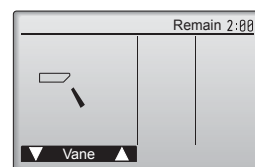

Fig. 6-6
- 1 Verificare il deflettore automatico con i pulsanti [F1] [F2]. (Fig. 6-6)